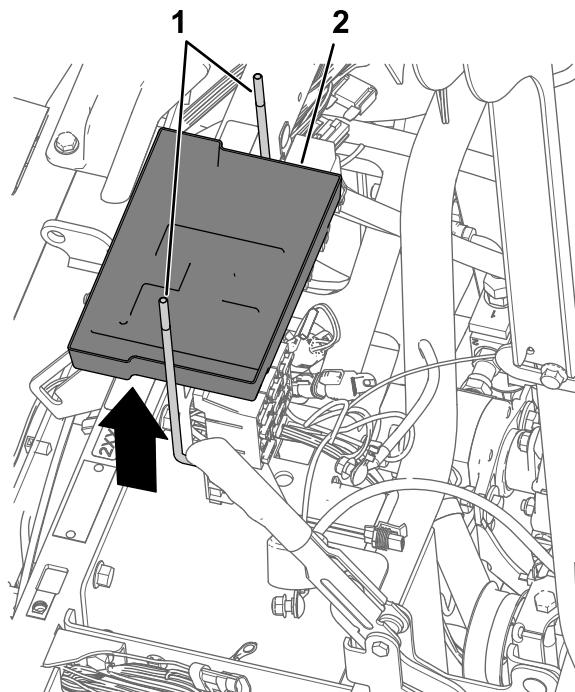

Figura 171
5. Retire os dois parafusos em J e o tabuleiro da bateria do suporte da bateria (Figura 171).